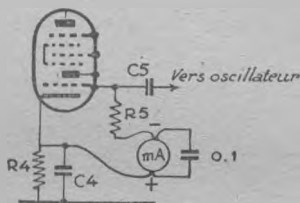

Fig. 11. — Vérification de l'oscillation d'une octode. Le milli ne doit pas être inséré entre la grille et R5.
b) Mesurer le courant de grille oscillatrice en intercalant un milliampèremètre sensible entre la cathode et la résistance de grille oscillatrice R5. Normalement : 0,3 milli ou davantage. Si le milli indique moins, l'oscillatrice est à changer. Vérifier cependant si l'arrêt d'oscillation n'est pas dû à une résistance ou une capacité parasites. Profiter du montage pour vérifier l'oscillation sur toutes les gammes (fig. 11).